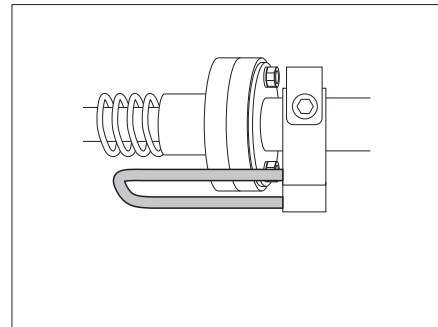

Bild 154 Sicherungshebel in Stellung gesichert
► Vor der Benutzung des Bettes prüfen, ob sich der Sicherungshebel in der gesicherten Position befindet (Bild 154).
- Sicherungshebel in die gesicherte Position stellen (Bild 154).